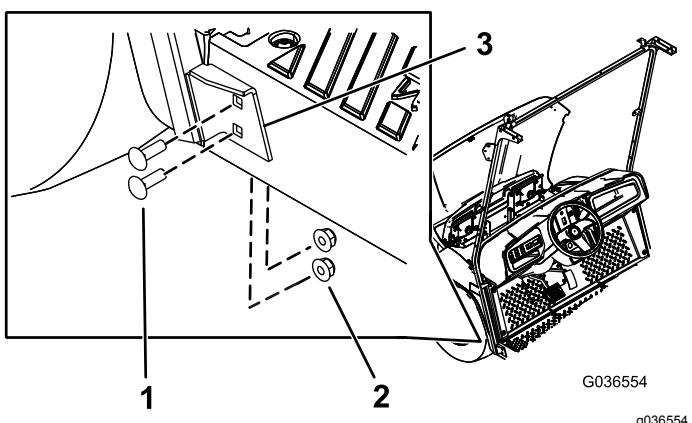

Figura 26
4. Fissate la staffa inferiore dei supporti destro e sinistro del parabrezza alla macchina utilizzando 4 bulloni a testa tonda (5/16 x 1") e 4 dadi flangiati (5/16"), nei fori praticati nel passaggio 1 (Figura 26).